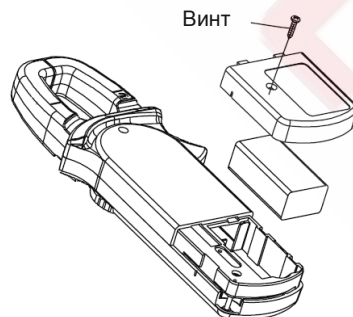

Рисунок 10
- Если при положении мультиметра лицевой стороной вверх, задней стороной вниз (см. рис. 10) показание прибора имеет положительный знак, значит, ток через проводник течет снизу вверх. Держите прибор крепко, и не выпускайте его из рук. Элементы Холла очень чувствительны не только к магнитному полю, но и к нагреванию, и механическому воздействию. Любой удар или толчок на короткое время приведет к искажению показаний. Для повышения точности измерений следуйте порядку действий, изложенному ниже:
### **В. Замена батареи (см. рисунок 10)**